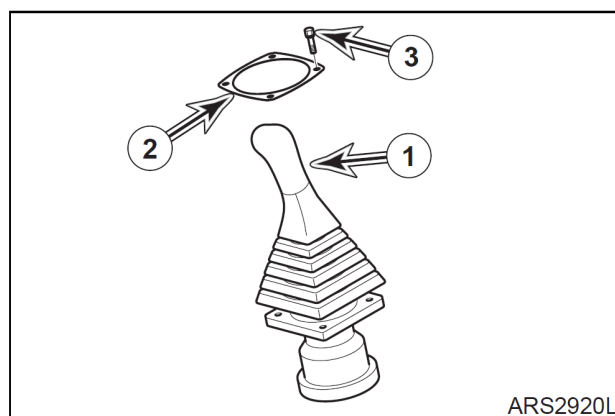

Рис. 41
6. Подсоединить шланги к левому клапану дистанционного управления (1, рис. 41) согласно меткам, сделанным при разборке.
7. Поставить левый клапан дистанционного управления (1, рис. 41) на стенд и установить четыре болта с шайбами (3) и крышку (2).